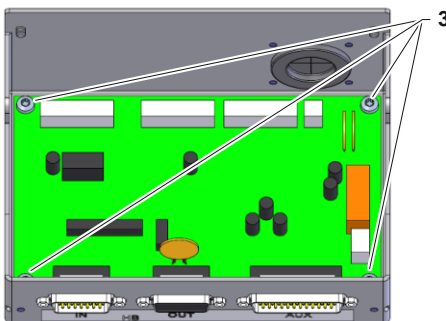

Abb. 3: DFM-51 Auswerteeinheit
- Schrauben (Kennzeichnung 3 → Abb. 3) entfernen.
- Schrauben (Kennzeichnung 3 → Abb. 3) montieren.